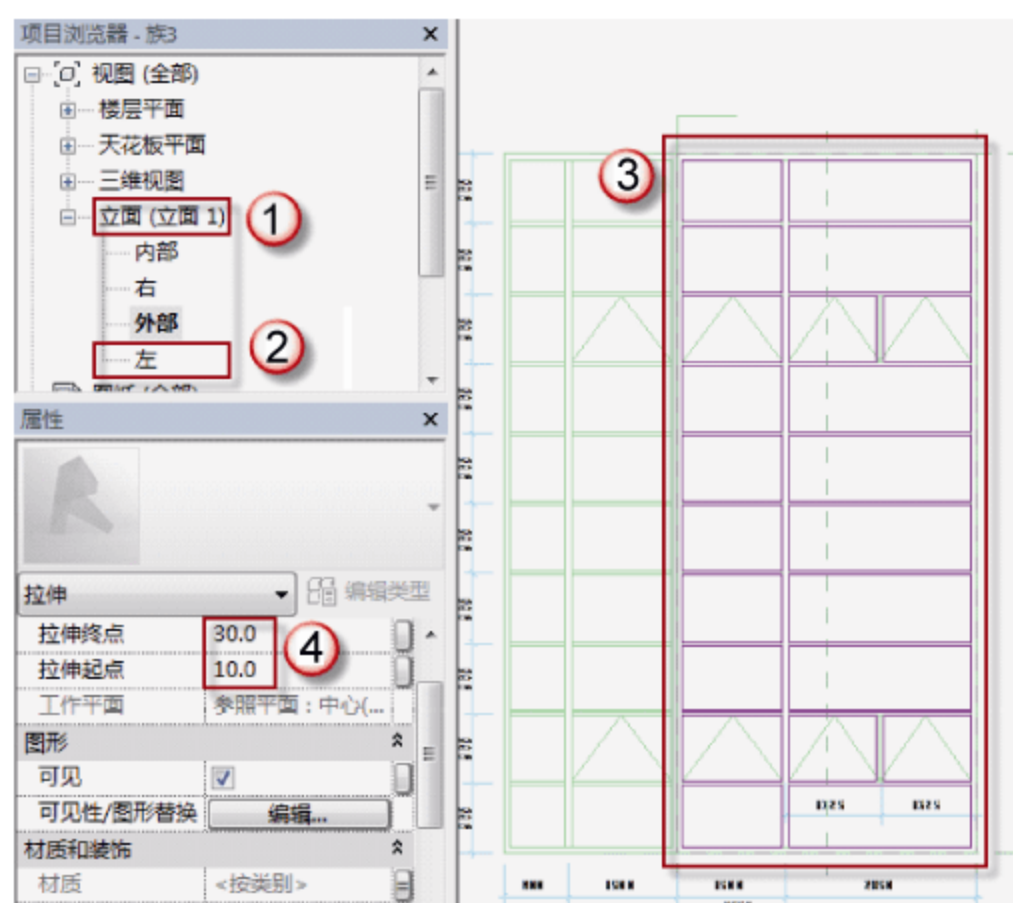

图 7.2.9 MQ6596 幕墙窗户玻璃的位置及厚度
(8) 绘制 MQ6596 幕墙窗户玻璃。选择“项目浏览器”中的“立面(立面1)”→“左”选项,可以进入 MQ6596 的左立面视图,选择“创建”→“拉伸”命令,进入“修改|编辑拉伸”界面,用菜单中的绘制工具绘制 MQ6596 幕墙窗户玻璃,如图 7.2.9 所示。在“属性”面板中,在“拉伸终点”中输入“30”字样,在“拉伸起点”中输入“10”字样。绘制完成后,单击√按钮完成绘制。